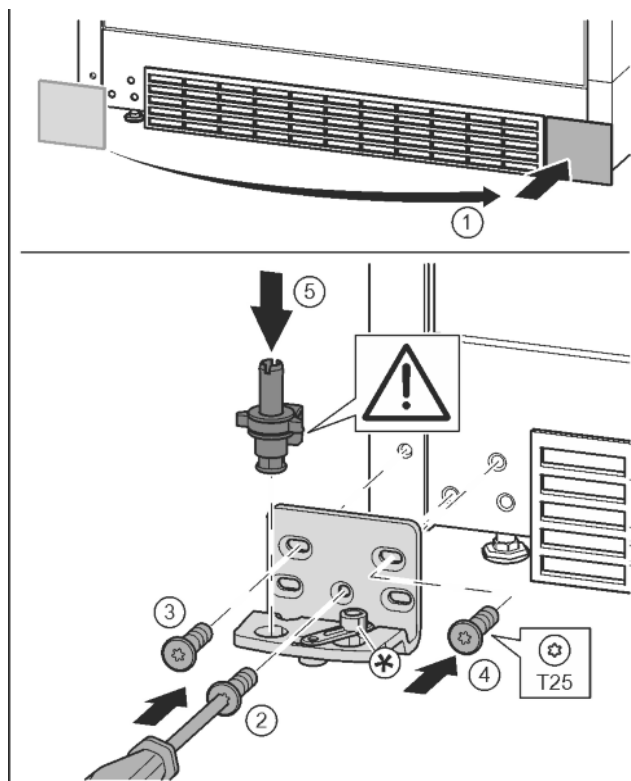

Fig. 15
- ▶ Skinite pokrov i postavite ga na drugoj strani. Fig. 15 (1)
- ▶ Postavite podložak ležaja na drugoj strani i zavijte pomoću odvijača T25. Započnite s vijkom 2 dolje u sredini. Fig. 15 (2)
- ▶ Pritegnite vijak 3 i 4. Fig. 15 (3, 4)
- ▶ Kompletно umetnite podložak ležaja. Pri tome pazite da je ispučenje za blokiranje okrenuto prema otraga. Fig. 15 (5)